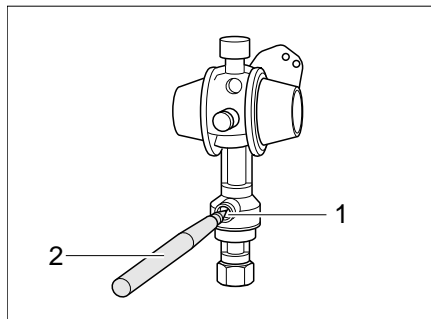

Bild 144 Crash-Sensor
Der Crash-Sensor (Bild 144) schützt vor ungewolltem Gasaustritt. Bei einem Unfall oder bei zu starker Neigung des Fahrzeugs wird die Gasversorgung automatisch unterbrochen.
- Mit einem Stift (Bild 144,2) den Entsicherungsknopf (Bild 144,1) mehrere Sekunden eindrücken.